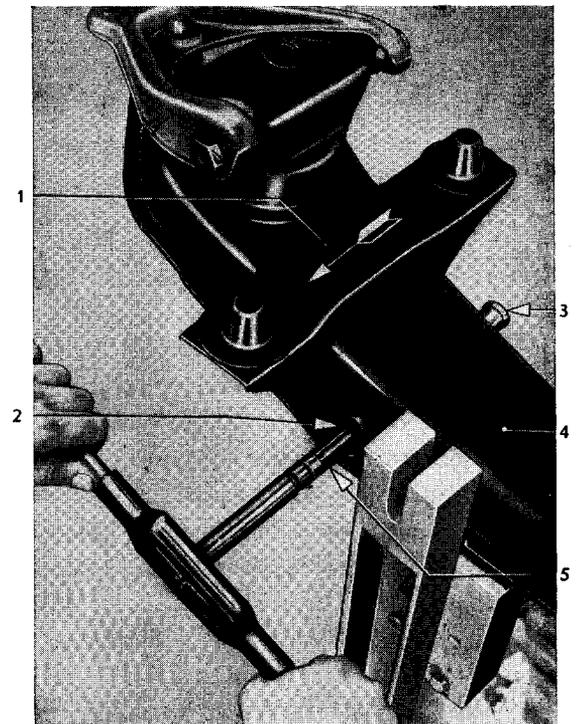

Bild 45 – Große Lenkerachsbohrung im Achskörper ausreiben
2. Reibahle und Führungsbuchse zum Ausreiben der großen Bohrung entsprechend Bild 45 in Achskörper einführen.